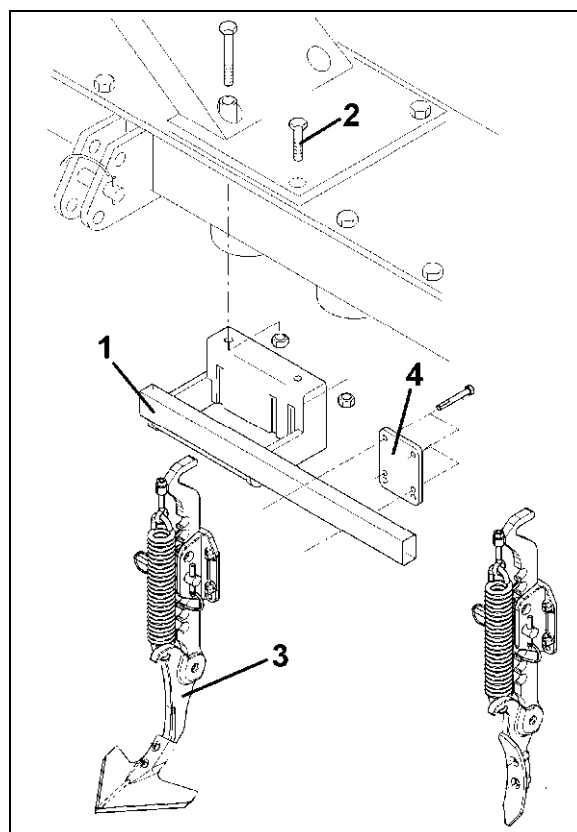

Fig. 21
Jordbearbejdningsredskabet kan anvendes med mindre arbejdsdybde, hvis disse dybe spor først er blevet afhjulpet af traktorsporløsnerne (Fig. 21).
2. Skru bærerøret (Fig. 21/1) fast på jordbearbejdningmaskinen med to dækselbolte (Fig. 21/2).
3. Fastgør sporløsnerne (Fig. 21/3) med klemplader (Fig. 21/4) og skruer på bærerøret.